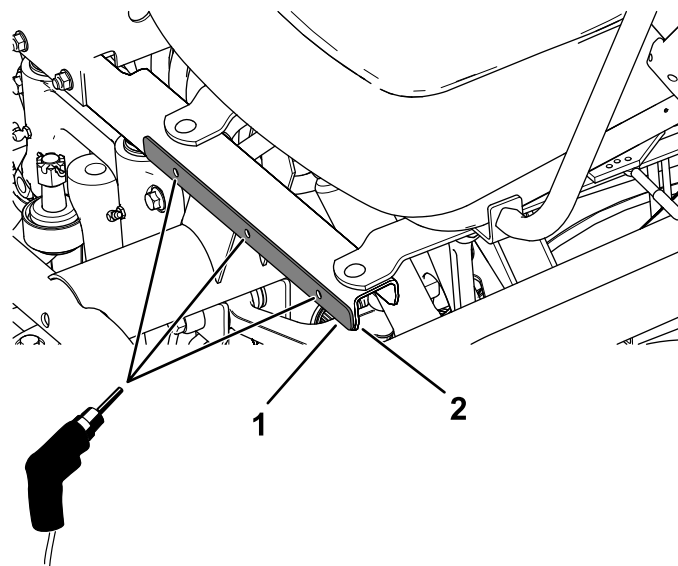

Рисунок 21
1. Выровняйте накладки крыла по нижней кромке рамы основания сиденья и используйте накладки крыла как шаблон, чтобы разметить и просверлить 3 отверстия (5/16 дюйма) на каждой стороне рамы основания сиденья (Рисунок 21).